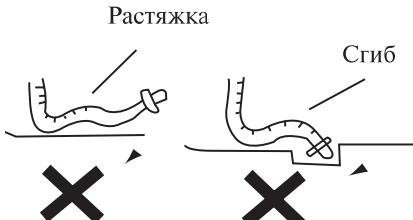

Рис. 3 Конец шланга утоплен
- Подключите синий провод кабеля питания к клемме "N(1)", коричневый - к клемме "2", и желто-зеленый (провод заземления) - к клемме , как показано на рис. 3.